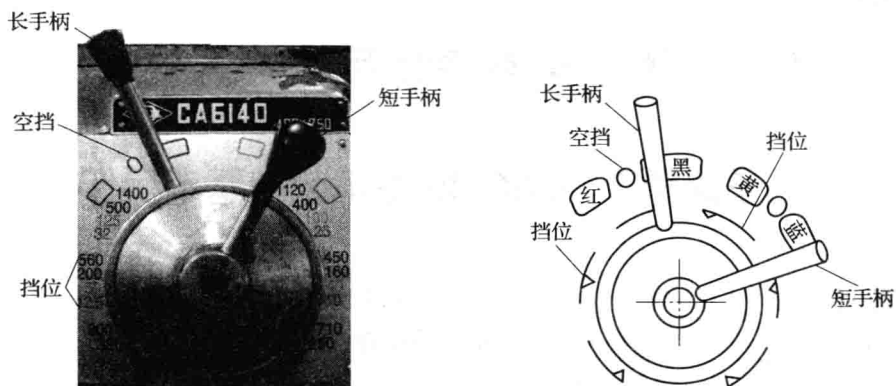

图 1—1 主轴变速手柄
(1) 主轴变速手柄如图 1—1 所示，其中短手柄可旋转 360°，用来选择挡位（挡位中有红、黑、黄、蓝四种速度）。